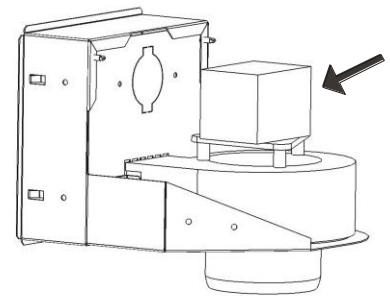

Figure 9– Fan position
**THE FAN MUST FACE AS SHOWN IN FIG.9. NO OTHER POSITIONS THAN THE ONE SHOWN ARE PERMITTED.**